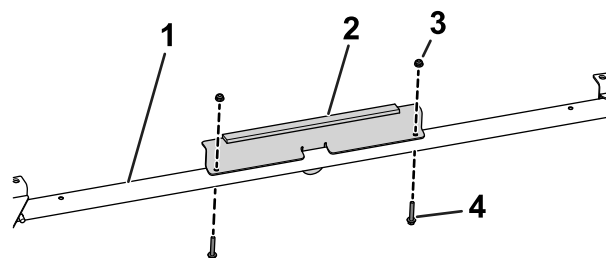

図 31
10. 前クロスリンクに前サポートを取り付ける六角ヘッドフランジボルト $\frac{1}{4}$ x 1 $\frac{1}{2}$ インチ 2本、ナット $\frac{1}{4}$ インチ2個を使用する図 31。